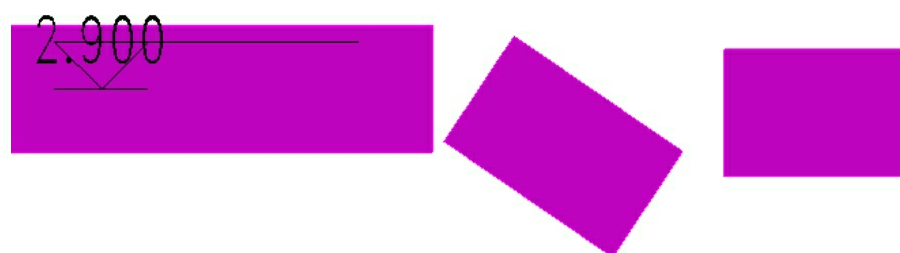

图2-109
(3) 把三维视图转到和管平齐的前视图，把刚才那根新水平管拉动生成一个理想的角度，方便后面的连接，如图2-109所示。